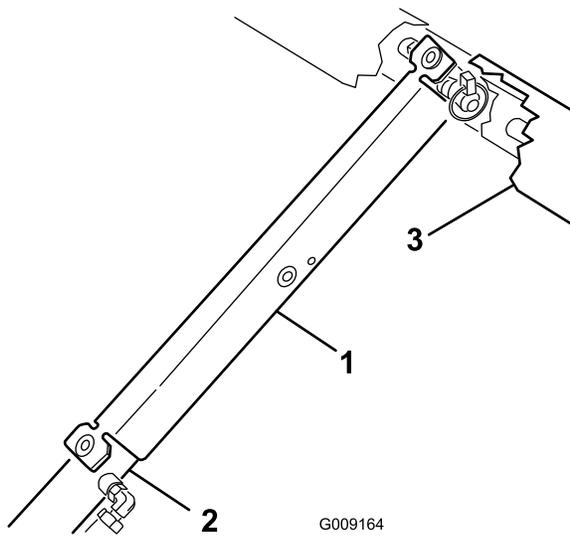

Bild 33
3. Schieben Sie die Ladepritschenstütze auf die Zylinderstange. Achten Sie darauf, dass die Stützenendlaschen auf dem Ende der Zylindertrommel und auf dem Ende der Zylinderstange aufliegen (Bild 33).